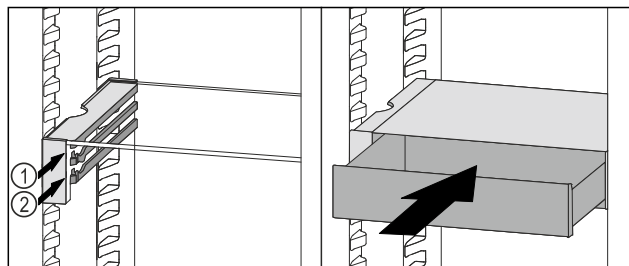

Fig. 38
- ▶ Posizionare il cassetto VarioSafe dietro i tappi sulla nervatura desiderata Fig. 38 (1) o Fig. 38 (2).